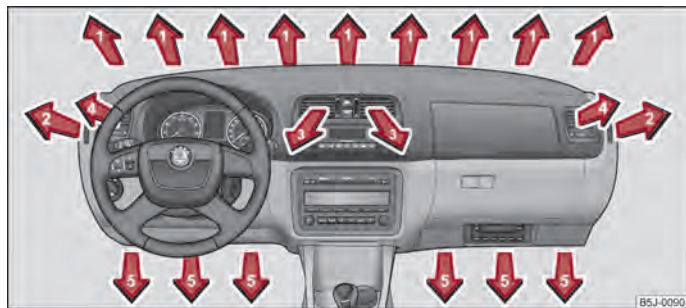

Fig. 77 Eyectores de salida de aire
- Difusores de aire 4 ⇒ fig. 77.
- Recomendamos dejar los difusores de salida de aire en posición abierta 3 ⇒ fig. 77.